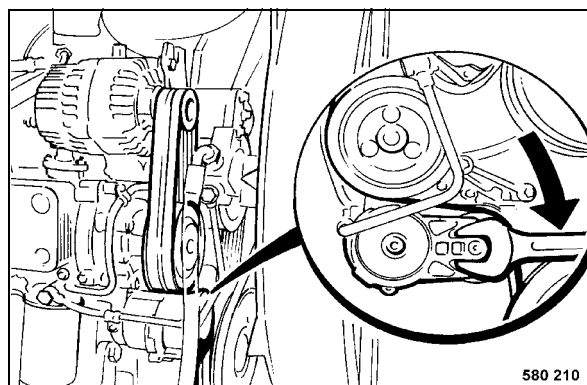

fig. 156
- Pousser la poulie de tension (fig. 156) dans le sens de la flèche jusqu'à ce que la courroie soit libre.